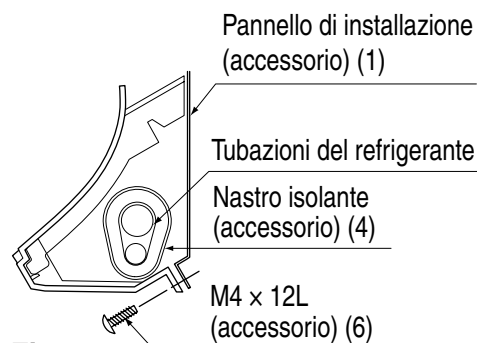

Fig. 11
- Fissare l'unità interna al pannello di installazione (1) mediante le viti di fissaggio (6). **(Fare riferimento alla Fig. 11)**